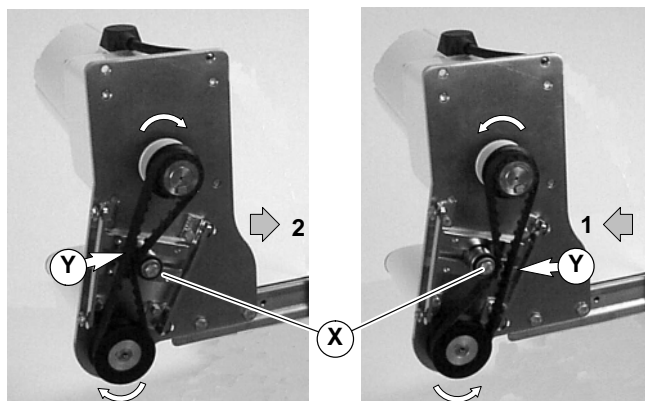

Abbildung 7
7. Je nach Laufrichtung des Fördergurtes (Richtung 1 oder 2) Lage der Zahnriemen-Spannvorrichtung wie gezeigt positionieren (X siehe Abbildung 7). Zahnriemen so spannen, bis eine Durchbiegung von 3 mm bei einer Kraft von 0,5 kg am mittleren Punkt (Y) des Zahnriemens erreicht ist. Die Spannschraube mit 10,4 Nm festziehen.